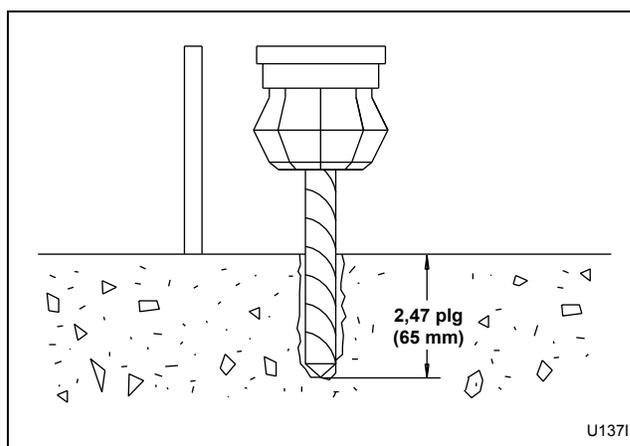

Figura 8
5. Perfore los agujeros a la profundidad establecida. Consulte la *Figura 8*.